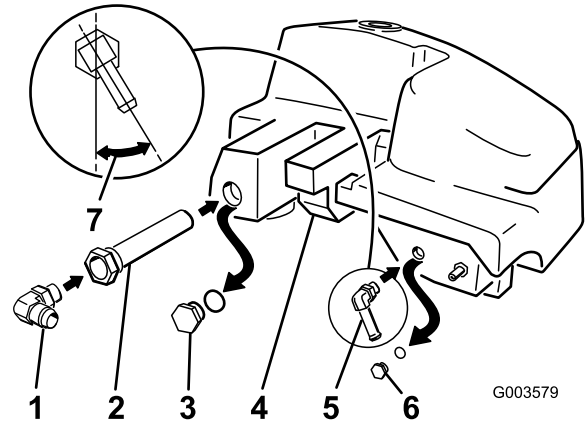

Bild 8
4. Setzen Sie das kleine 90-Grad-Anschlussstück mit der Zahnung an der Stelle ein, an der Sie den kleinen Stopfen entfernt haben (Bild 8).